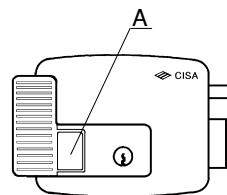

FIG. 3
- Per inserire il "FERMO A GIORNO" (serie 11551, 11560, 11630, 11631, 11731, 11931) premere il pulsante **A** e bloccarlo girando la chiave (fig. 3).
- To operate the "STOP DEVICE" (series 11551, 11560, 11630, 11631, 11731, 11931), press push-button **A** and block it by turning the key (fig. 3).
- Pour engager le "CLIQUET DE CONDAMNATION" (série 11551, 11560, 11630, 11631, 11731, 11931), presser le bouton **A** et le verrouiller en tournant la clé (fig. 3).
- Para activar el "PASADOR DE BLOQUEO" (serie 11551, 11560, 11630, 11631, 11731, 11931), oprimir el pulsador **A** y bloquearlo girando la llave (fig. 3).
- Для подключения рейма «БЛОКИРОВКА ОТКРЫТОЙ ДВЕРИ» (серии 11551, 11560, 11630, 11631, 11731, 11931) нажать на кнопку **A** и заблокировать ее, повернув ключ (рис.3).
- Para activar o "SISTEMA DE BLOQUEIO" (série 11551, 11560, 11630, 11631, 11731, 11931) premir o botão **A** e bloqueá-lo com a chave (fig. 3).